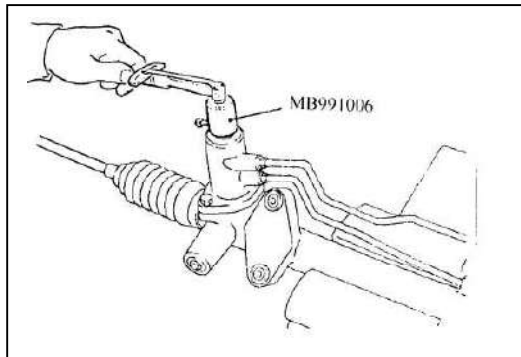

Fig 17-19
(1) GEAR BOX PINION TOTAL ROTATION TORQUE CHECK(See fig 17-19)